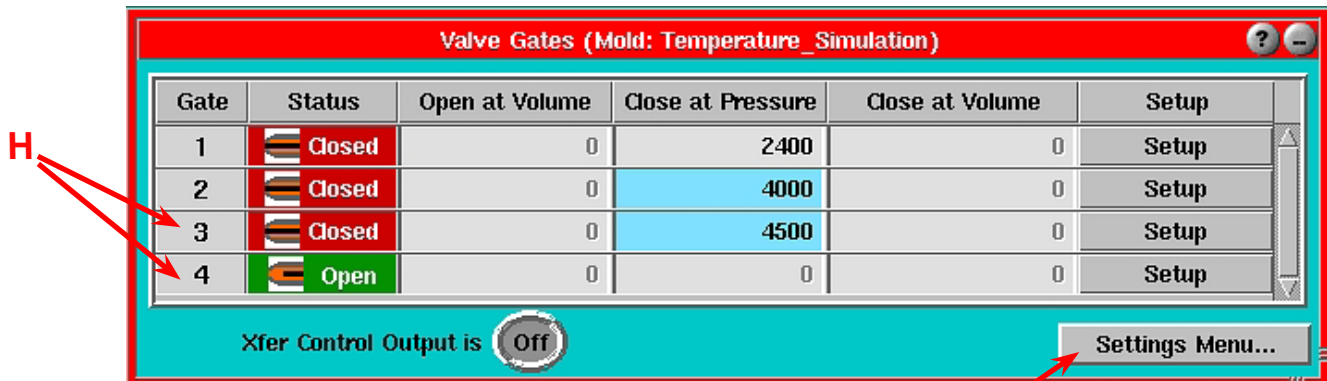

Figura 7: Strumento Otturatori
Q. Abilita Chiusura a Pressione: Selezionare la casella "Pressione a" per far chiudere l'otturatore quando il sensore di pressione a destra raggiunge il livello impostato. Se abilitato, il valore può essere impostato dallo schermo principale Otturatori (Figura 7).